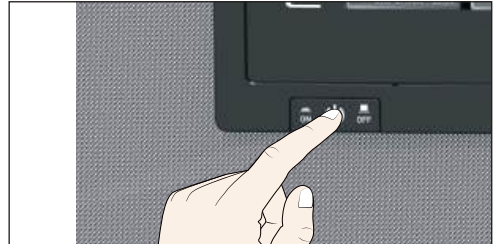

Fig. 17 Apagar el equipo
3. Apague el equipo con el interruptor principal (Fig. 17).